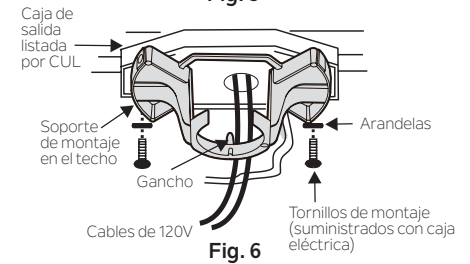

Fig. 6
**Paso 3.** Pase los cables de suministro de 120 voltios desde la caja de salida del techo a través del centro del soporte de montaje en el techo. (Fig.6)
**Paso 4.** Fije el soporte de montaje en el techo a la caja de salida con los tornillos y arandelas incluido con la caja de salida. (Fig. 6)